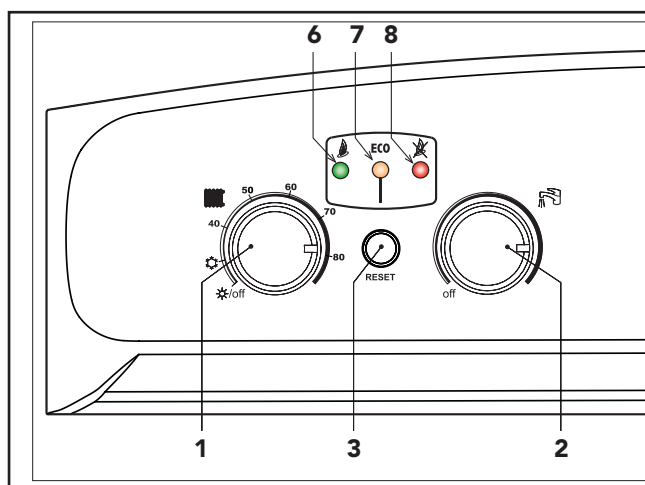

fig. 1
În timpul funcționării în condiții normale, controlul de diagnosticare al centralei trimite informații legate de starea centralei prin intermediul ecranului (fig.1).
Rotiți la minim ambele butoane (ref. 1 și 2 fig. 1).
Pentru stabilirea temperaturii din turul instalației rotiți butonul corespunzător (ref. 1 - fig. 1).
Pentru a stabili temperatura apei menajere rotiți butonul corespunzător (ref. 2 - fig. 1).
|     | Centrala este blocată               | Verificați dacă robinetul de gaz montat în partea superioară a centralei și cel de pe contor sunt deschise. Apăsăți tasta Multifuncțională (pentru 1 secundă) (fig.1). În caz de blocări repetate ale centralei, contactați cel mai apropiat centru de asistență. |